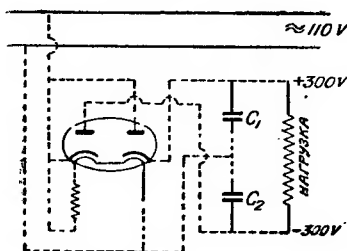

Рис. 1
**Задача № 17.** Используя принцип схемы Латура, получим требуемую схему соединений (рис. 1). Напряжение сети будет последовательно заряжать конденсаторы  $C_1$  и  $C_2$  через один или другой выпрямительный элемент кенотрона. При достаточной емкости этих конденсаторов на концах нагрузки будет поддерживаться напряжение более 300 вольт при напряжении сети в 110 вольт.